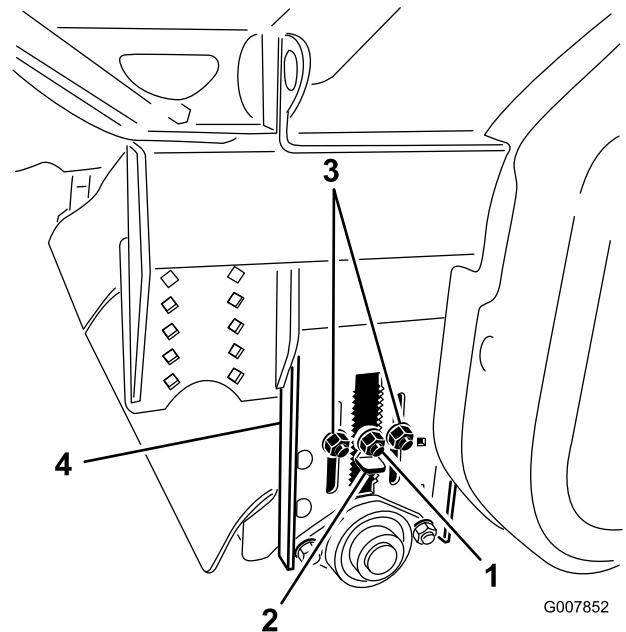

Bild 29
2. Lösen Sie die Sicherungsmutter am Höheneinstellschlüssel (Bild 29), sodass sie ungefähr 13 mm herausgezogen werden kann.
3. Lösen Sie die Sicherungsmuttern für das Einstellen der Rollenhöhe (Bild 29).
4. Ziehen Sie den Höheneinstellschlüssel heraus und bewegen Sie die Heckrolle nach oben oder unten, indem Sie die Höheneinstellplatte auf die gewünschte Höhe schieben (Bild 29).